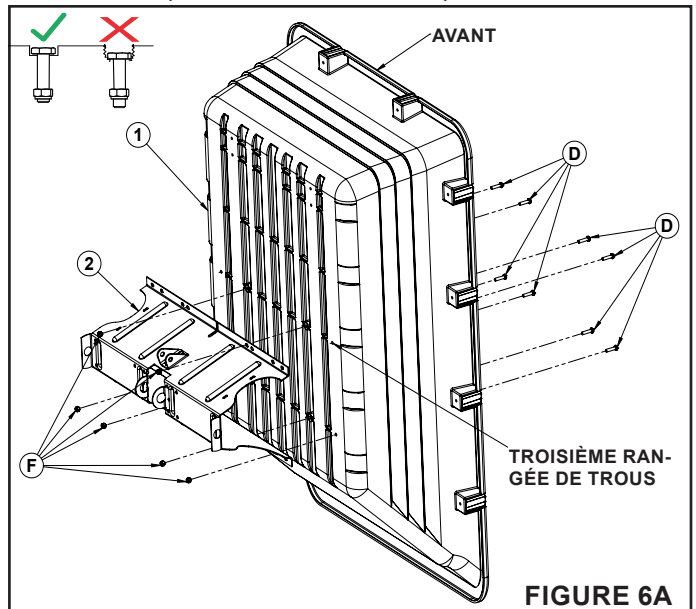

FIGURE 6A
ÉTAPE 6 : (VOIR FIGURES 6A ET 6B)